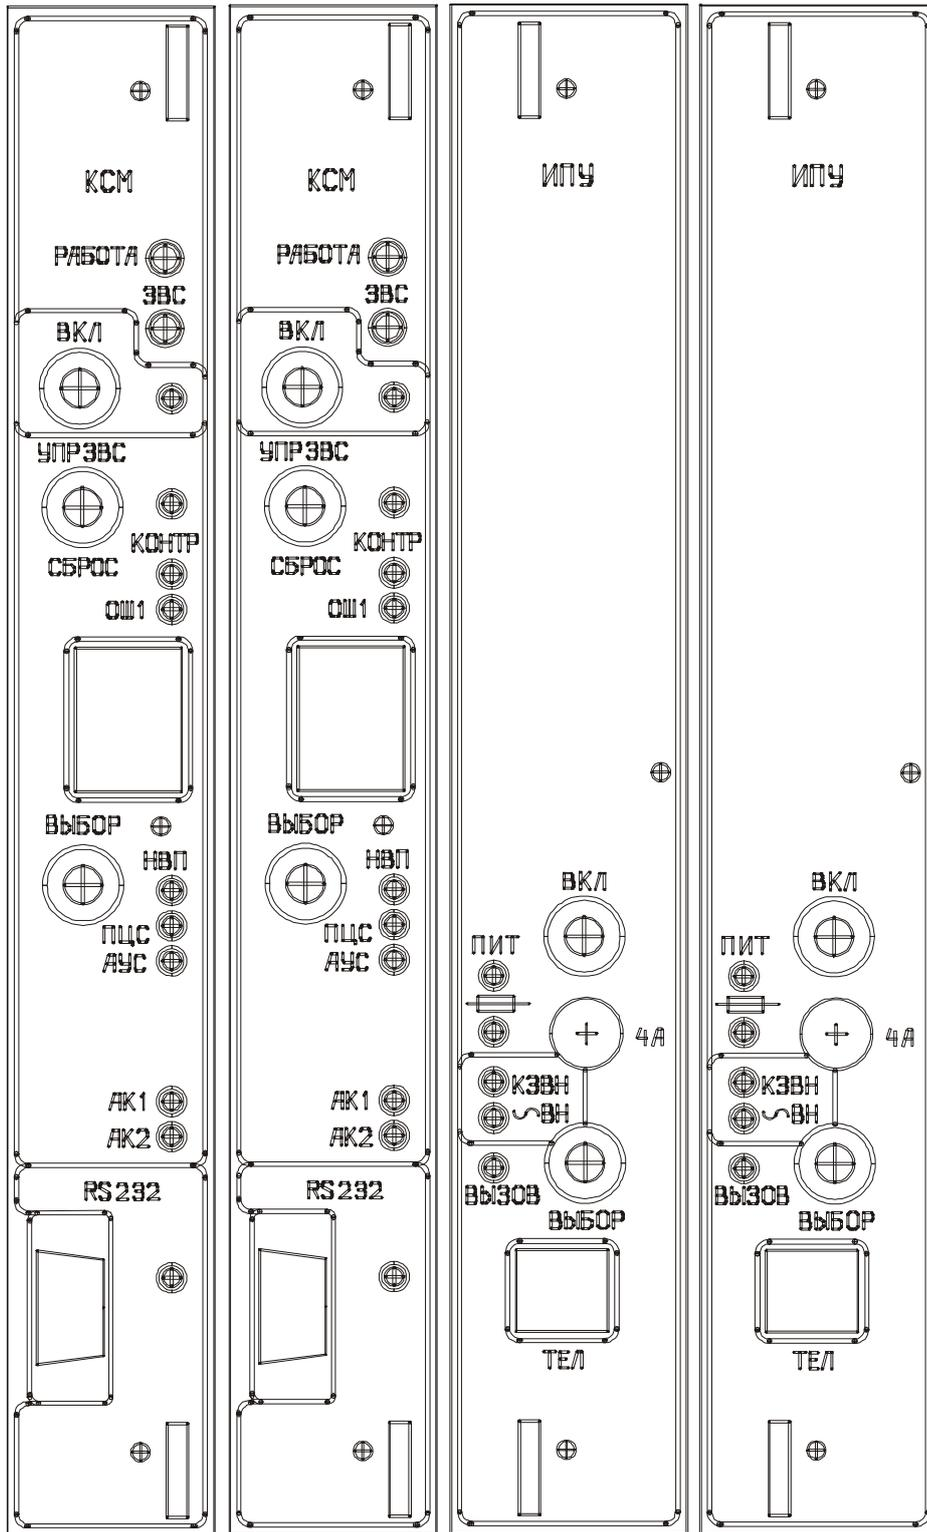

Рис.2. Внешний вид лицевой панели БЛОКА .
2.2.2. Эскиз внешнего вида лицевой стороны модуля КСМ приведен на рис.2.